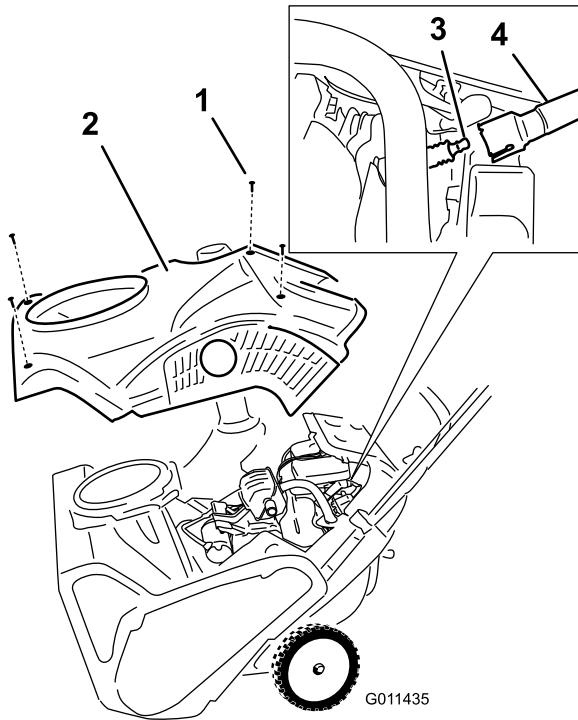

Bild 26
- Nehmen Sie die vier Schrauben ab, mit denen die Abdeckung befestigt ist (Bild 26).
6. Nehmen Sie die Abdeckung ab (Bild 26).